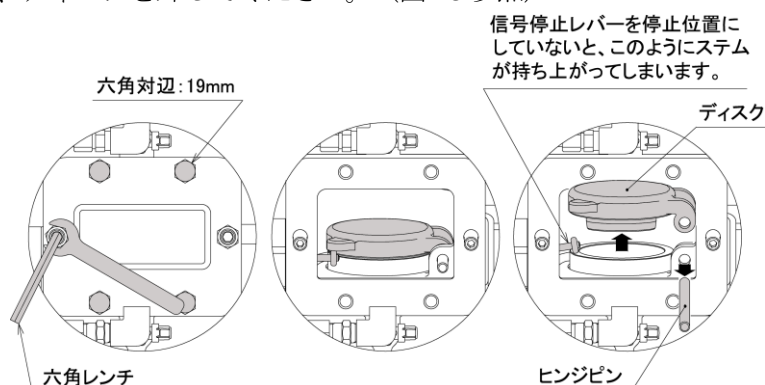

図 13. ディスク取外方法
- ⑤バルブ本体のカバーを外してください。（図 13 参照）
- ⑥ヒンジピンを外して、ディスクを外してください。（図 13 参照）